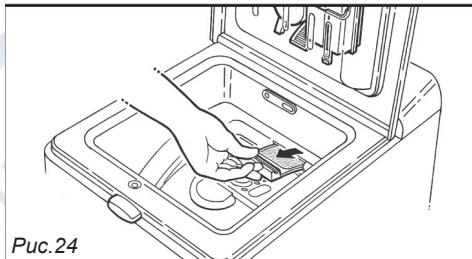

Рис.24
- извлеките фильтр из гнезда, подтягивая его к себе (Рис. 24).